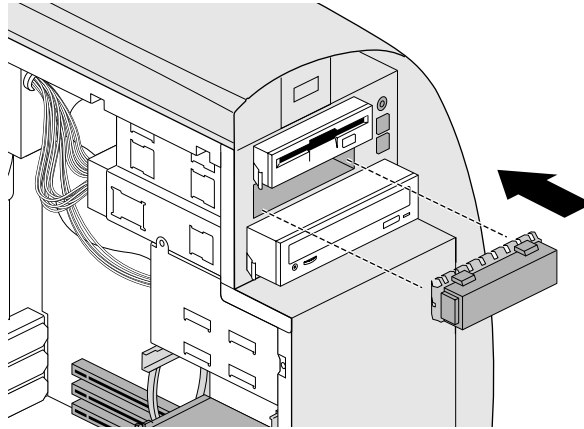

Figura 4-9 Installazione di un frontalino per l'alloggiamento dell'unità per supporti rimovibili
7. Se non si desidera reinstallare l'unità, rimontare il frontalino sull'apertura dell'alloggiamento, come illustrato nella Figura 4-9.